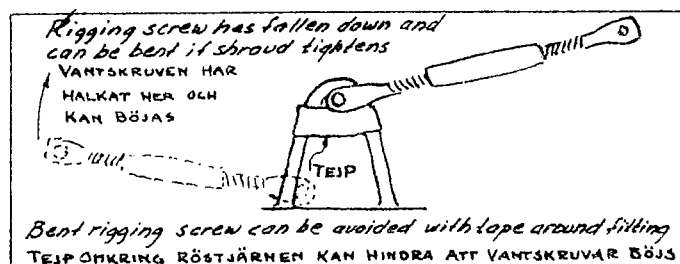

Fig 3
- 17 Tejpa runt röstjärnen (se fig 3) så att vantskruvarna ej kan halka ner vid uppslackning - och böjas om vanten snabbt sträcks igen.